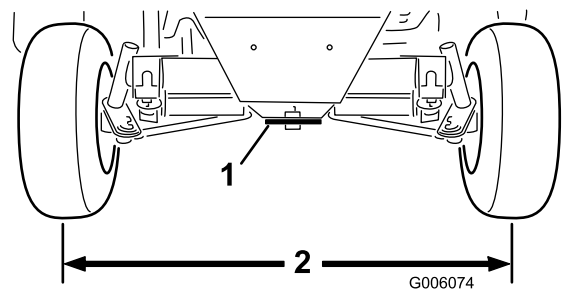

Figura 62
- Regolate entrambi i tiranti finché la distanza da centro a centro sulla parte anteriore e posteriore delle ruote posteriori non è identica (Figura 62).